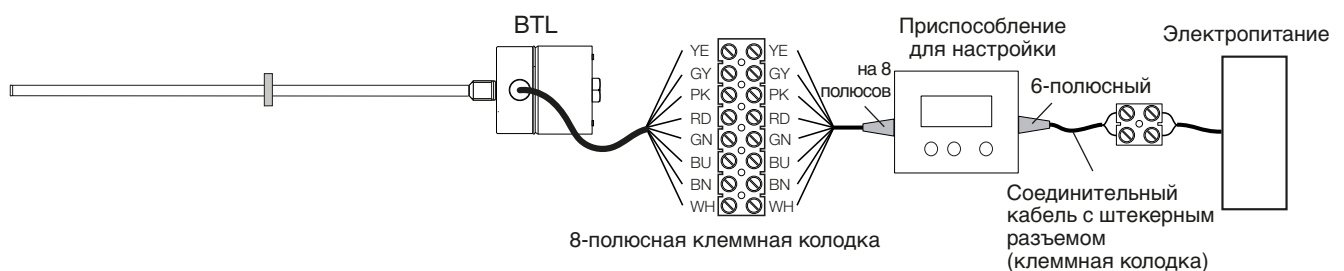

Рис. 6-1: Подключение блока настройки BTL7-A-CB02-K
1) Рекомендуемый цвет жилы при использовании блока настройки (см. Рис. 6-1 на стр. 17)